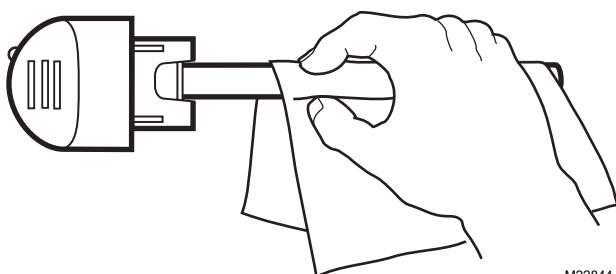

Fig. 14. Nettoyer la lampe à l'aide d'un linge doux.
- En tenant la lampe par la poignée, essuyer le cylindre à l'aide d'un linge doux humecté de nettoyant pour les vitres. Si les doigts entrent en contact avec le cylindre, essuyer toute trace de doigt. Voir la Fig. 14.